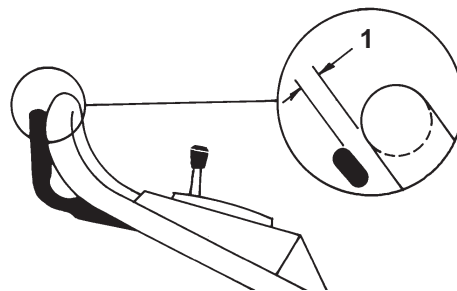

Figure 18
5. Soulevez la barre de commande jusqu'à ce qu'une certaine résistance se fasse sentir. L'écart entre la barre de commande et le manchon doit être de 4 cm quand elle est bien réglée (Fig. 18).